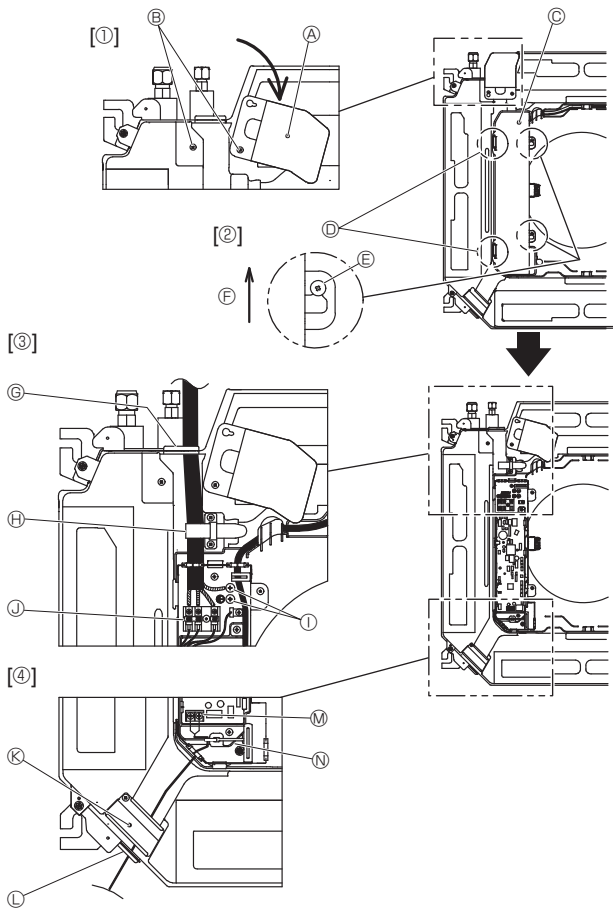

Fig. 6-1
6.1. Unidade exterior (Fig. 6-1)
- Desaperte os dois parafusos que seguram o painel de serviço da cablagem elétrica e, em seguida, rode o painel. [Fig. 6-1 ①]
- Desaperte os dois parafusos que seguram a tampa da caixa elétrica e, em seguida, faça deslizar a tampa. [Fig. 6-1 ②]
- Faça passar o cabo de alimentação, o cabo de ligação da unidade interior/exterior e o fio de terra pelas entradas de cablagem mostradas no diagrama. [Fig. 6-1 ③] Coloque a parte revestida do cabo de alimentação e do cabo de ligação da unidade interior/exterior na caixa elétrica. Utilize terminais redondos e frisados para o terminal de ligação da unidade interior-exterior e o kit de terminais de alimentação opcional. [Fig. 6-2] Se não puder utilizar terminais redondos e frisados, consulte as Fig. 6-3 a 6-6. Consulte as secções 6.1.1. e 6.1.2. para obter informações sobre a ligação.
- Faça passar e prenda o cabo do controle remoto nas entradas de cablagem mostradas no diagrama. [Fig. 6-1 ④, Fig. 6-3] Consulte as secções 6.1.1. e 6.1.2. para obter informações sobre a ligação.